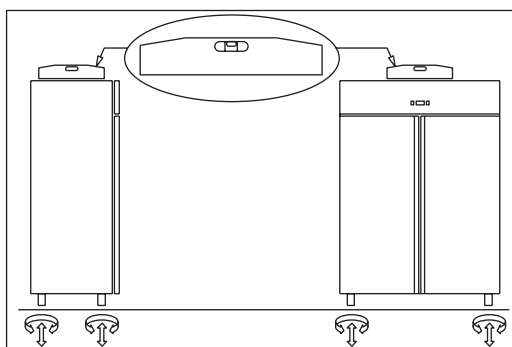

Fig.5
- posizionare l'armadio frigorifero utilizzando una livella con eventuale regolazione dei piedini del basamento metallico (Fig. 5)
- posizionare l'armadio refrigeratore come descritto sopra (Fig. 5)